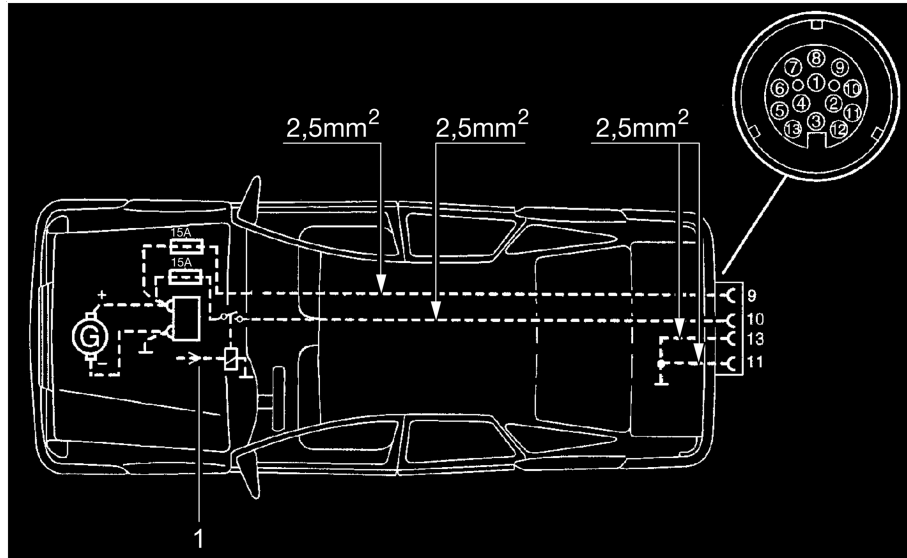

Fig. 103 Plano de instalación del vehículo tractor (Conjunto Autark)
- ▷ Vuelva a reequipar el vehículo tractor con la sección de cable correspondiente y un relé para la alimentación de corriente (controlada mediante encendido) (véase Fig. 103).